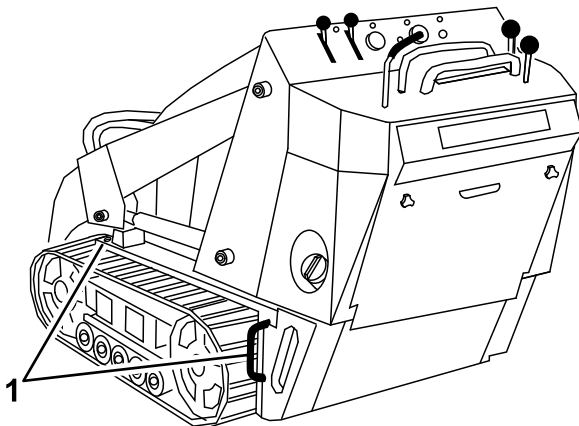

Figure 8
8. Servez-vous des points d'attache en métal de la machine pour l'arrimer solidement sur la remorque ou le véhicule de transport au moyen de sangles, chaînes, câbles ou cordes (Figure 8). Voir la réglementation locale concernant les exigences en matière d'arrimage.